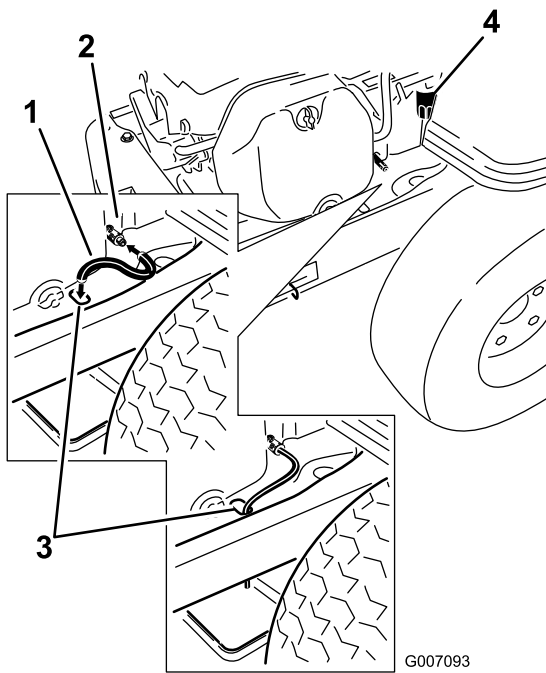

Figure 28
5. Nettoyez la surface autour du robinet de vidange sur le châssis de la machine. Trouvez le flexible de vidange d'huile et branchez-le au robinet de vidange (Figure 28).
6. Passez l'autre extrémité du flexible de vidange dans le trou de vidange du châssis (Figure 28).